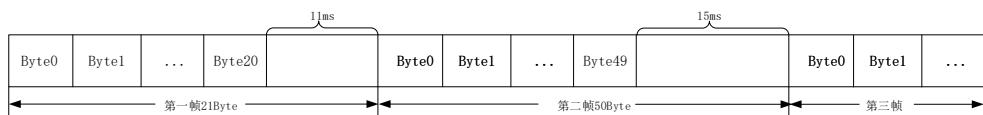

图 4.27 码间超时示意图
- 码间超时：该配置用于串口判断数据是否已接收完成。如图 4.27 所示，当码间超时配置成 10ms，如果串口传输过程中出现空闲超过 10ms 那么串口会把前面已收到的数据当做一个分帧。用户需要根据波特率合理配置码间超时时间，避免出现码间超时小于一个码元时间。